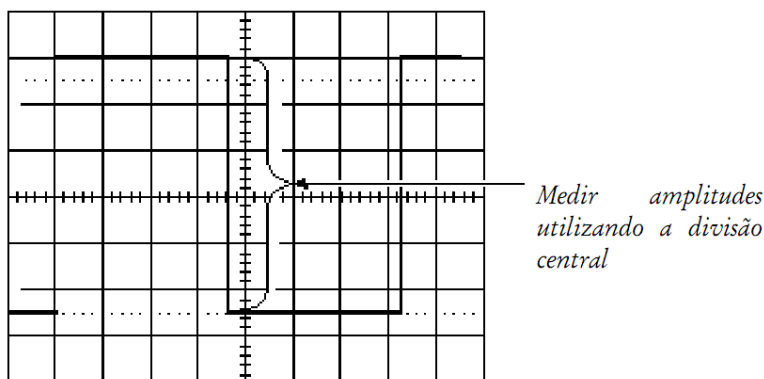

Figura 11: Medição de tensão no eixo vertical ([Tektronics, 1997a])
- Seguidamente, a medição deve efetuar-se utilizando como referência a divisão central, que está dividida em divisões pequenas, permitindo uma medição mais exata (ver Figura 11). Tomando como exemplo a forma de onda visualizada na Figura 11, suponhamos que a amplificação vertical é de 0.5 Volt/Div. Se não houver atenuação da ponta de prova, o valor da tensão pico-a-pico da onda quadrada é: